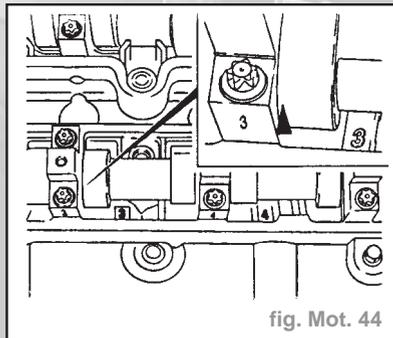
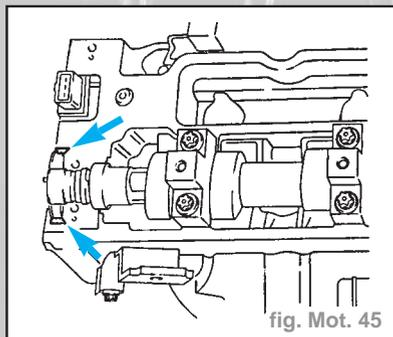

fig. Mot. 44
fig. Mot. 45
- Les chiffres d'identification des chapeaux de palier d'arbre à cames doivent correspondre à ceux indiqués dans la culasse (fig. Mot. 44). Appliquer du mastic d'étanchéité sur les faces d'étanchéité (flèches) des paliers de guidage (fig. Mot. 45).